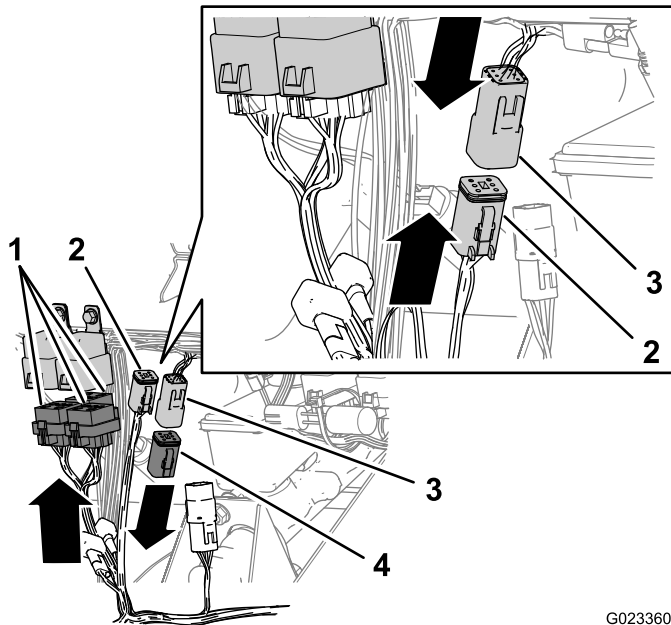

Figura 23
1. Encaminhe o troço da cablagem com os 3 conectores com 5 tomadas cada (Figura 23) até aos relés que instalou em 6 Instalar os relés (página 7).
2. Ligue os conectores de 5 tomadas aos relés (Figura 23).
3. Retire a resistência do conector de 6 pinos do circuito do acelerador manual (Figura 23).
4. Ligue o conector de 6 pinos ao circuito de elevação do acelerador manual da cablagem da máquina ao conector de 6 tomadas do circuito de elevação do acelerador manual da cablagem do acelerador manual (Figura 23).